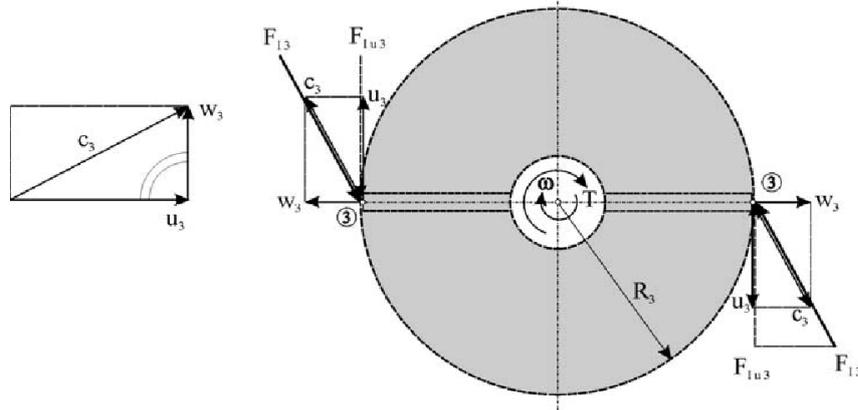

Abb. 11 Kontrollraum mit Antriebsmoment T, Impulskräften und Geschwindigkeits-Dreieck
- Es liegt das Geschwindigkeitsdreieck an der Stelle 3 vor (vgl. Abb. 11).